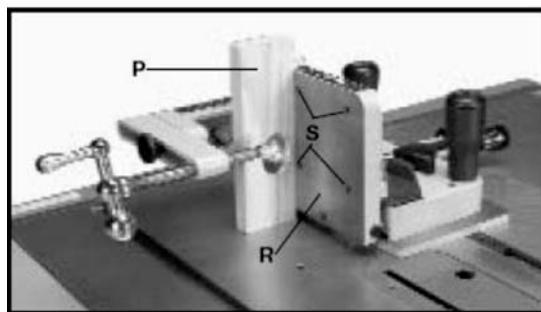

Рисунок 24
7. Деревянный брускок может быть также прикреплен к вертикальному упору (R), Рис. 24, через просверленные отверстия (S) для предотвращения касания устройства с пильным диском при некоторых операциях.